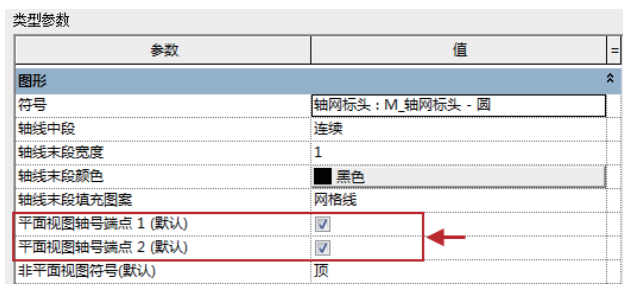

图2-25 选择选项
- 08 在【类型属性】对话框中，因为没有选择“平面视图轴号端点1(默认)”和“平面视图轴号端点2(默认)”选项，所以在绘图区域中仅在轴线的一端显示标头。勾选两个选项右侧的复选框，如图2-25所示，单击“确定”按钮关闭对话框。